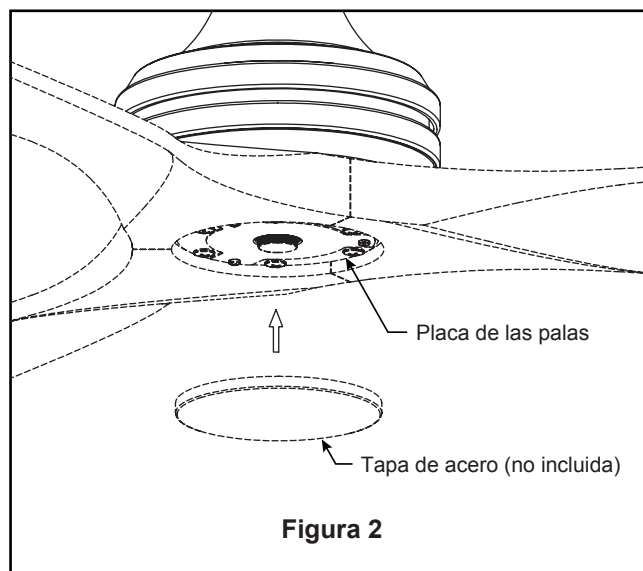

Figura 2
- ☐ 2. Coloque la tapa de acero en la parte inferior de la placa de las palas. (Figura 2)
- ☐ **2.** Restaure la fuente de alimentación de la toma de corriente enciendo la electricidad del fusible principal. (Figura 2)